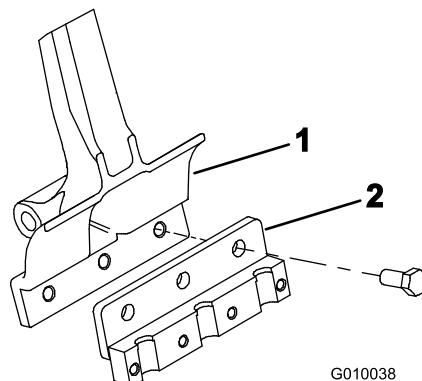

図 22
3. 各タインアームにタインホルダーを取り付ける 図 22 ボルト 1/2" x 1 1/4" 3 本を使用。ボルトを 101.6 N·m 37 kg·m = 75 ft·lb にトルク締めする。